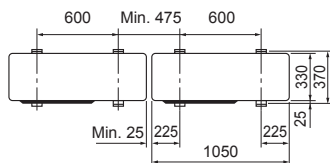

Fig. 3-1
• Sørg for å montere enheten på et solid, plant underlag. Det vil forhindre klappelyder under drift. (Fig. 3-1)